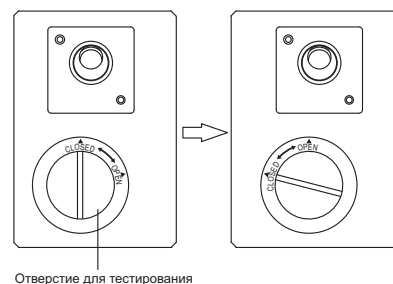

Рис. 7-9
- Снимите крышку с отверстия для тестирования и налейте через него около 2 л. воды (рис. 7-9)